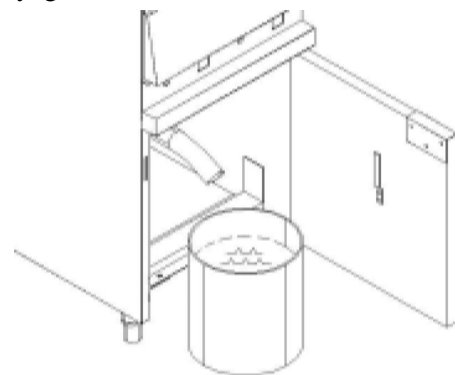

Figure 5 Vidange de la cuve
7. Ouvrir la porte avant et fixer le tube rallonge sur le robinet de vidange. Mettre sous le tube rallonge de vidange un récipient (seau) pouvant contenir la solution de nettoyage TRÈS CHAUDE pour recevoir celle qui va sortir de la cuve, comme indiqué par la figure 5.